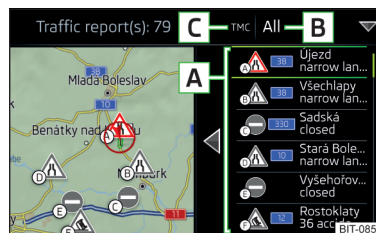

Fig. 176
În lista mesajelor despre trafic, precum și pe hartă se afișează maxim 6 mesaje, care sunt prevăzute cu o literă și cu simbolul unui blocaj în trafic (de exemplu \triangle , \triangle , \ominus) » fig. 176.
În poziția **C** » fig. 176 pot fi inserate următoarele simboluri.
► **Are loc o ghidare în traseu** - după atingerea suprafeței de comandă funcții **B** » fig. 176, în meniul afișat se pot alege, prin atingerea suprafeței de comandă funcții **Toate zonele**, toate mesajele din trafic, **sau** prin atingerea suprafeței de comandă funcții **Traseu**, numai mesajele din trafic disponibile pentru respectiva rută.